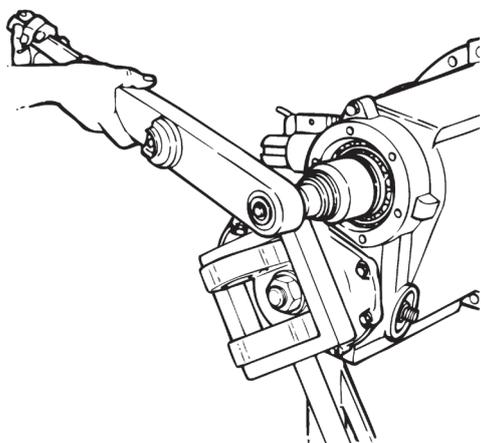

Figura 3.19
3. Use a ferramenta adequada para imobilizar o garfo ou flange do eixo de entrada. Solte, mas não remova, a porca do pinhão. Figura 3.19.